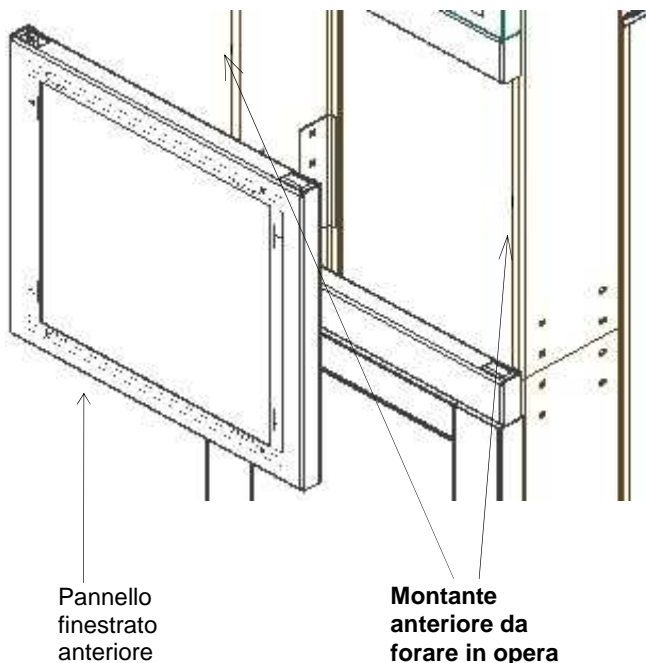

Fig. 14.2
- ✓ Forare in opera sui montanti anteriori per il posizionamento dei pannelli finestrati anteriori sulla struttura (Fig. 14.2)
NOTA: nel caso di pannello in lamiera piena, procedere al fissaggio forando in opera i montanti anteriori come indicato in fig. 14.2